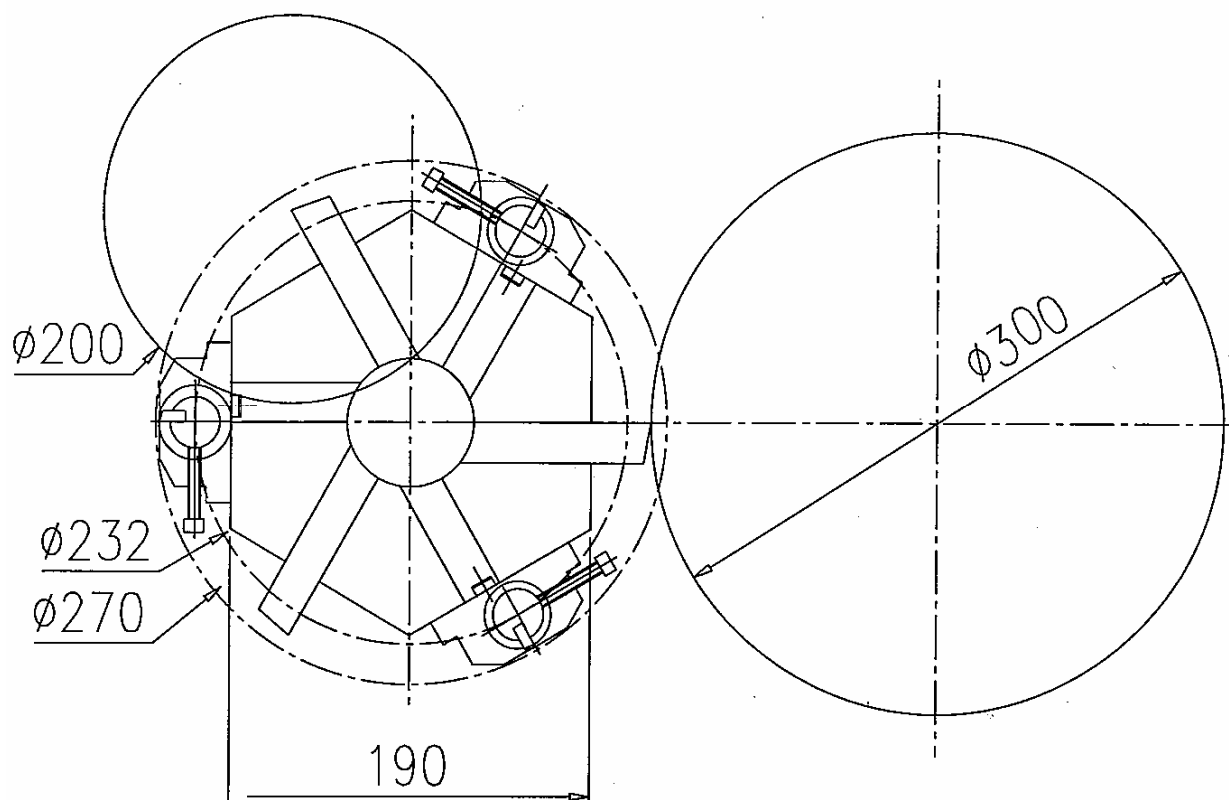

Рис. 21 Схема интерференции 6-позиционной револьверной головки
(2) При использовании специальных моделей резцедержателей или при использовании инструментов с большими размерами необходимо обратить внимание на следующие моменты: следует выбирать правильное положение смены инструментов, чтобы исключить воздействие инструмента на дверцу переднего ограждения станка во время смены инструмента. В качестве образца ниже приводится 6-позиционная револьверная головка, смотрите рисунок 21.